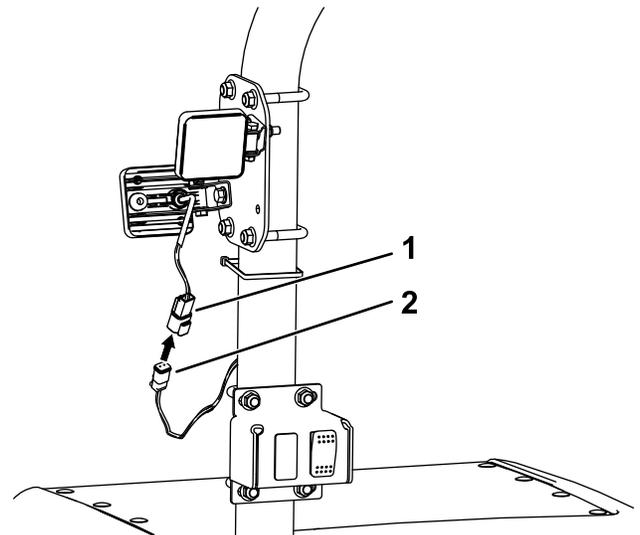

Bild 5
2. Schließen Sie die vier quadratischen Steckverbinder an die Arbeitsscheinwerfer an und verbinden Sie den großen Steckverbinder der Scheinwerfer mit dem Schalter (Bild 5).